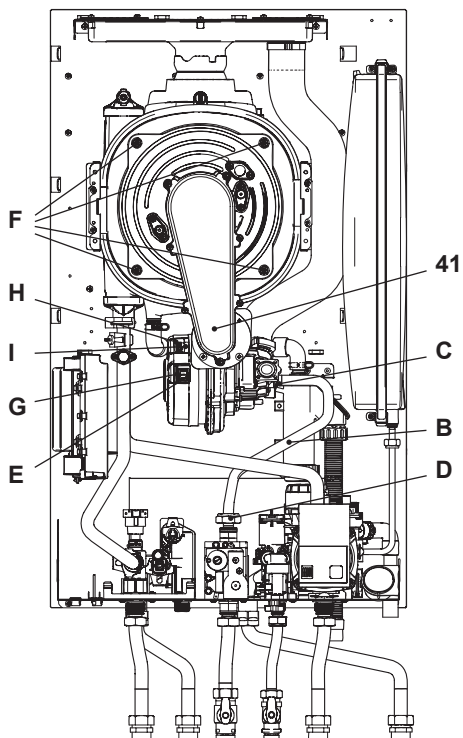

Figura 9.8
Rimozione del gruppo bruciatore ventilatore 41 in Figura 9.8.
- Inserire un cacciavite piano nella rientranza E del connettore G e fare leva verso il basso, contemporaneamente scollegare il connettore G tirandolo frontalmente (Figura 9.8).
- Scollegare il connettore del ventilatore H premendo il gancio in plastica I posizionato nella parte sottostante del connettore (Figura 9.8).
tore ventilatore 41 (Figura 9.8)